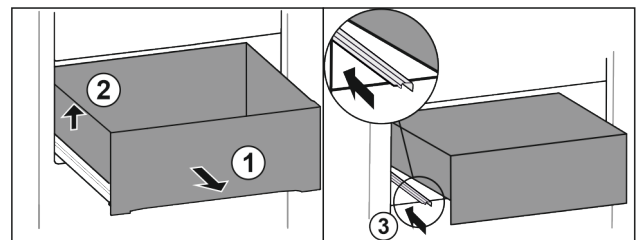

Fig. 68
► Schubfach bis zum Anschlag herausziehen. Fig. 68 (1)
► Schubfach links anheben. Fig. 68 (2)
► Linke Schiene einschieben. Fig. 68 (3)